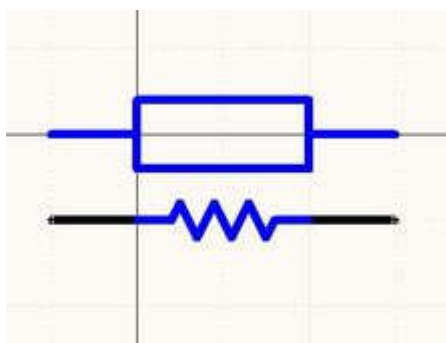

Рисунок 15 – Новый и старый символы резистора.
9. Редактор все еще находится в режиме рисования, поэтому алогичным образом нарисуем прямоугольник и линию второго вывода (рисунок 15).